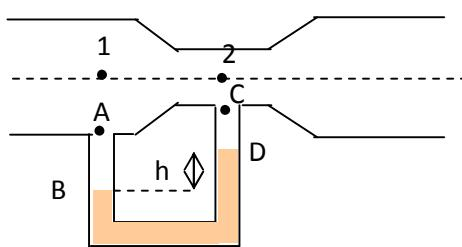

Fig. 1
- 1) Una esfera hueca de aluminio (densidad = 2,70 gr/cm³) flota en el agua con un 90% de su volumen sumergido (ver Fig 1). Si el volumen exterior de la esfera es de 600 cm³, determine el grosor Ur de la pared de la esfera, en centímetros. Desprecie el empuje del aire y el peso del aire en el interior de la esfera.